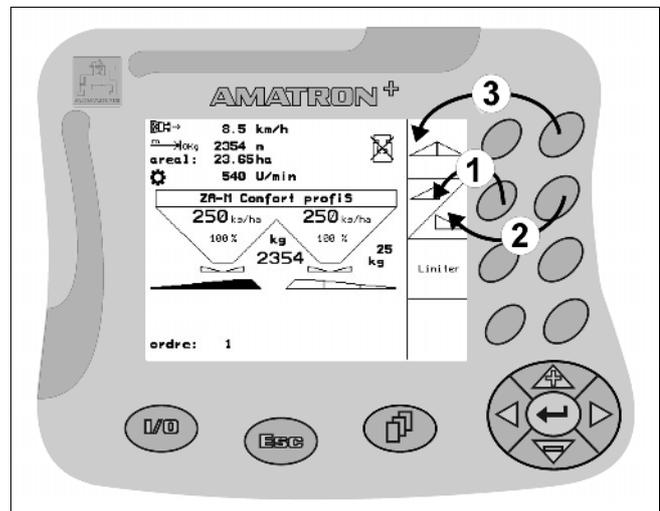

Fig. 8
- hører venstre taster til funktionsgruppen øverst til venstre (Fig. 8/1).
- hører højre taster til funktionsgruppen nederst til højre (Fig. 8/2).
Vises kvadratiske symboler i displayet, hører kun højre taster til funktionsgruppen (Fig. 8/3).